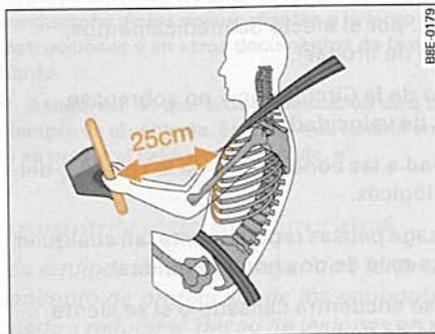

Fig. 158 Distancia mínima entre el conductor y el volante
- Ajuste el volante de manera que exista una distancia mínima de 25 cm entre el volante y el pecho ⇒ fig. 158.
- Ajuste el asiento del conductor de manera que exista una distancia de al menos 25 cm entre el pecho del conductor y el centro del volante ⇒ *página 170*, fig. 158. Si la distancia es inferior a 25 cm, el sistema de airbag no le podrá proteger correctamente.